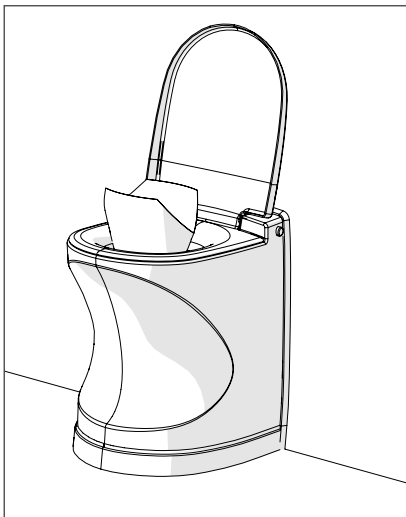

Abbildung 1
2. Platzieren Sie den Papierbeutel so in der Schüssel, dass die Naht des Papierbeutels mit der „Naht“ der Schüssel fluchtet. Unbedingt vor jedem Gebrauch einen neuen Beutel verwenden (Abbildung 1).